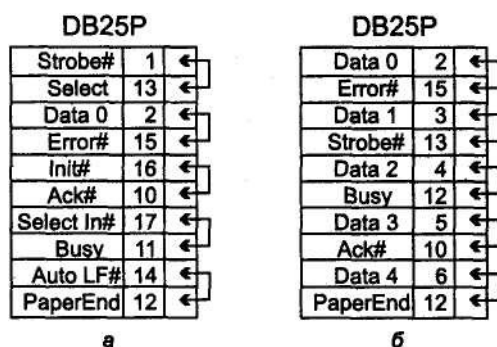

Рис. 1.8. Схема заглушки для тестирования LPT-порта: а — для Norton Diagnostics б -для CheckIt,
Тестирование портов с помощью диагностических программ позволяет проверить выходные регистры, а при использовании специальных заглушек — и входные линии. Поскольку количество выходных линий порта (12) и входных (5) различно, то полная проверка порта с помощью пассивной заглушки принципиально невозможна. Разные программы тестирования требуют применения разных заглушек (рис. 1.8).